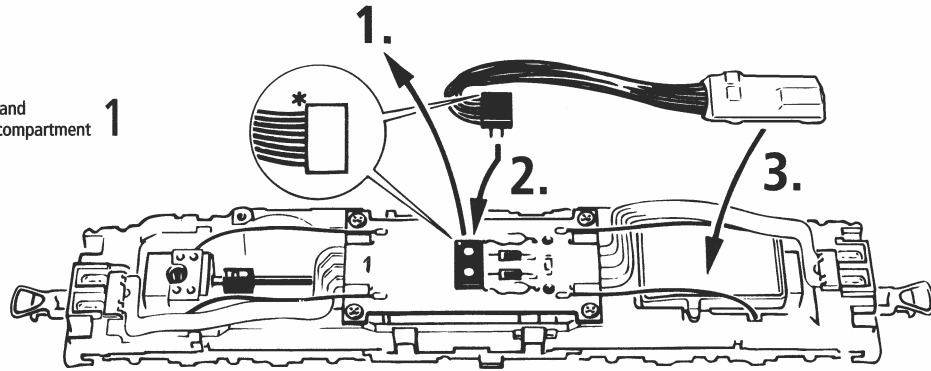

Fig. 7
1. Reinigung der Radstromkontakte: Radstromkontakte können auf unsauberen Schienen leicht verschmutzen. Bitte **entfernen Sie vorsichtig** mit einem kleinen Pinsel **den Schmutz** an den in Fig. 7 gekennzeichneten Stellen.
1. Limpiar contactos de las ruedas: los contactos se ensucian fácilmente cuando ruedan sobre vías que no están completamente limpias. Usar un pequeño pincel para quitar la suciedad de los puntos marcados en la fig. 7.
1. Cleaning of wheel contacts: Wheel contacts easily get dirty on tracks which are not entirely clean. Use a small brush to **remove dirt** from spots marked in fig. 7.